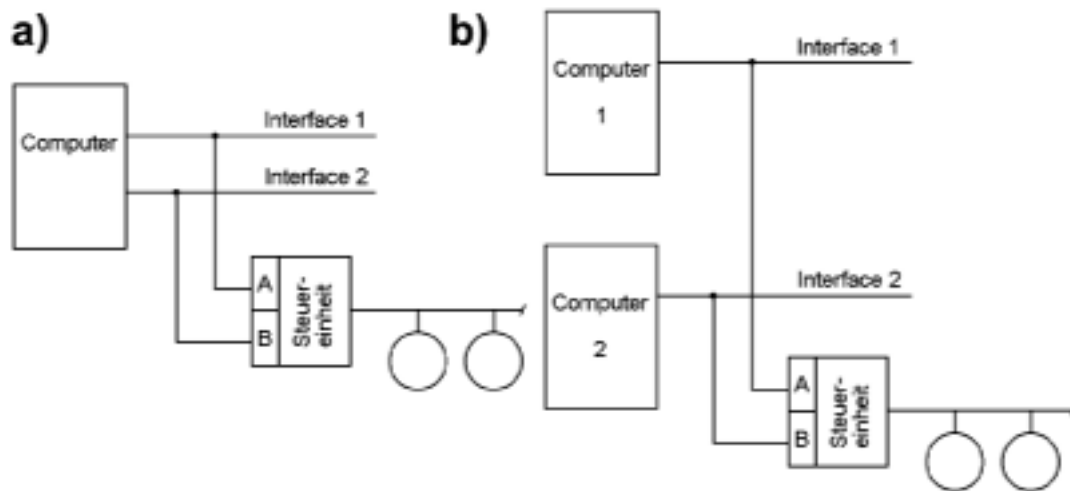

Abbildung 5.2 Multi-Port-Organisation: Konfigurationsbeispiele
Dieser Begriff besagt, daß eine Gerätesteuereinheit mit mehr als einem Interfaceanschluß ausgerüstet ist. Damit kann man sehr interessante Konfigurationen verwirklichen (Abbildung 5.2): Man kann mehrere Computer E-A-seitig koppeln oder von einem Computer aus über mehrere Kanäle mehrere parallel arbeitsfähige Verbindungen herstellen. Nutzen: (1) Zugriffsbeschleunigung durch Nutzung mehrerer Zugriffswege, (2) Ausfallreserve bzw. Fehlertoleranz (wenn ein Interface ausgefallen ist, kann man versuchen, über andere Wege dennoch eine Verbindung zustande zu bringen oder die Übertragung zu einem Reservegerät umzuleiten)* (3) gemeinsame Nutzung von Peripherie durch mehrere Rechner. Das kann aus wirtschaftlicher Sicht sinnvoll sein (Ausnutzung teurer Hochleistungsperipherie), hat aber auch Bedeutung für die Systemorganisation. So hat es sich seit langem bewährt, mehrere Rechner über gemeinsame Massenspeichersubsysteme zu koppeln (die Übertragungsgeschwindigkeit ist recht hoch, und alle Maschinen haben unmittelbar Zugriff auf die gemeinsame Datenbasis (Datenverbund)).
Im SCSI-Bereich sind Gerätesteuereinheiten gemäß Abbildung 5.2 selten^{*}. Die typischen SCSI-Geräte werden direkt (also nicht über eine besondere Steuereinheit) mit dem Interface verbunden. Sie haben nur einen einzigen Interfaceanschluß. Es ist aber möglich, an einem SCSI-Kabel mehrere Hostadapter zu betreiben. So kann man Konfigurationen ähnlich Abbildung 5.2b näherungsweise nachbilden (mehrere Computer arbeiten über je einen Hostadapter auf ein gemeinsames SCSI-Kabel). Die Hostadapter müssen die Busvermittlung (Arbitrierung) unterstützen^{**}. Anwendung: zur gemeinsamen Nutzung von Peripherie durch mehrere Rechner (Datenverbund); im PC-Bereich vor allem zum Koppeln von Servern (Clustering).